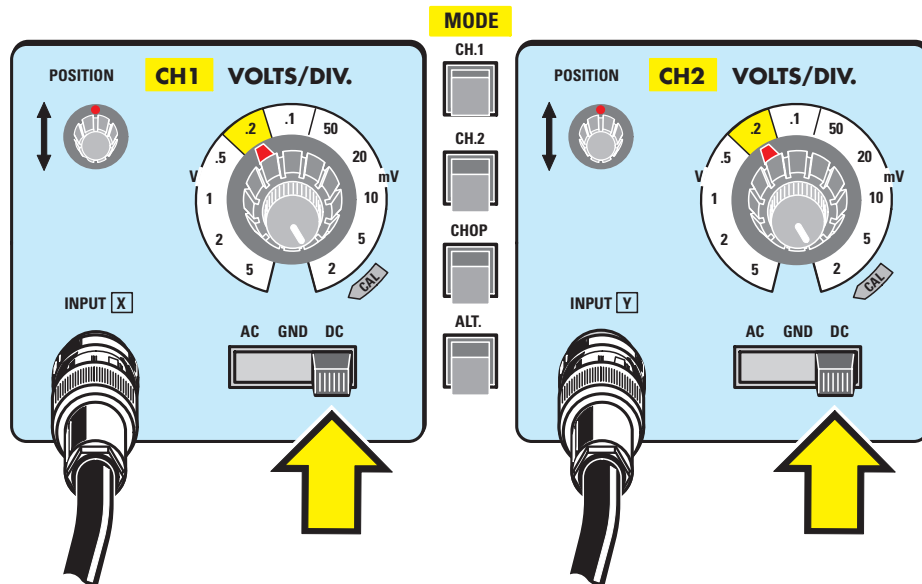
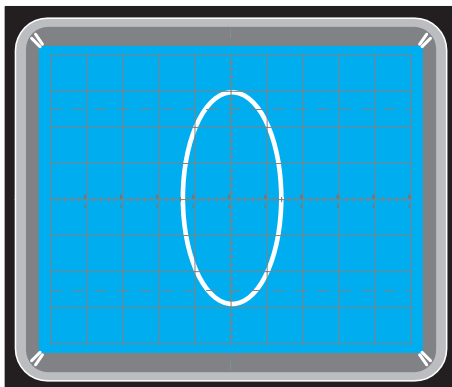
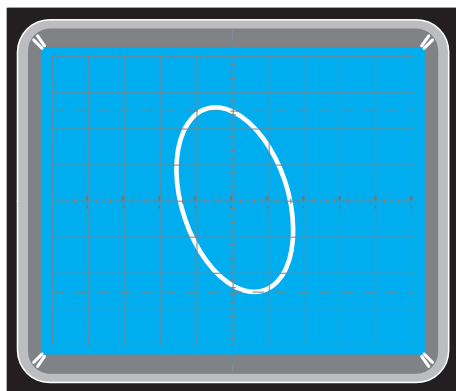

Figure 6 : Quand ce point est obtenu, placez les deux boutons CH1-CH2 sur 0,2 V/div, puis mettez l'inverseur AC-GND-DC sur DC.
Figure 8 : Quand on tourne le bouton de R6 on obtient une ellipse qu'on peut élargir ou rétrécir.
Figure 10: Pour faire varier l'inclinaison de l'ellipse, il suffit de tourner le bouton de R6 contrôlant l'entrée X de l'oscilloscope.
Pour obtenir les figures de Lissajous vous devez appliquer le signal prélevé sur le circuit que vous venez de construire aux deux entrées X-Y de l'oscilloscope, CH1 et CH2 (voir figure 6). Activez ensuite la fonction X-Y de l'oscilloscope: sur certains modèles, cela se fait en plaçant le bouton Time/div sur X-Y (voir figure 4); sur d'autres en pressant un poussoir X-Y (voir aussi figure 4).
Tournez alors le bouton des deux sélecteurs Volts/div des canaux CH1-CH2, pour régler les deux sur 0.2 Volts/div (voir figure 6). Puis positionnez l'inverseur AC-GND-DC des deux canaux CH1-CH2 sur DC (voir figure 6).
Ce sont en effet les figures les plus simples que permet d'obtenir notre circuit. Quand l'oscilloscope est dûment configuré, comme le montre la figure 6, alimentez le circuit EN1612 et tout de suite apparaît à l'écran une figure elliptique (voir figure 8). Si vous tournez convenablement le potentiomètre R4 (Y), vous modifierez l'ellipse dans le sens vertical; avec R6 (X) vous modifierez son inclinaison de gauche à droite et vice versa (voir figures 10 et 11).
Très probablement ces figures ne seront pas stables : elles tourneront plus ou moins vite sur elles-mêmes ; cette rotation se produit quand la fréquence du générateur n'est pas exactement un multiple de la fréquence de 50 Hz prélevée sur le secondaire du transformateur T1 (en effet, pour obtenir ellipse et cercle des figures 10, 11 et 12, on se sert de la fréquence du secteur 230 V).